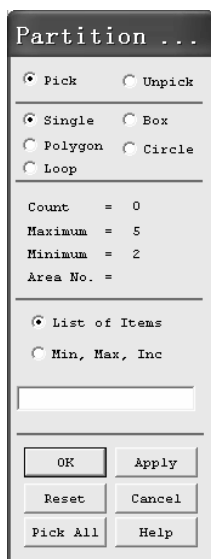

图 2-80 “Partition...” 窗口
(3) 依次选择 Main Menu>Preprocessor>Modeling>Operate>Booleans>Partition>Areas, 弹出“Partition...”窗口（见图 2-80），单击“Pick All”按钮对两个面进行分离运算。